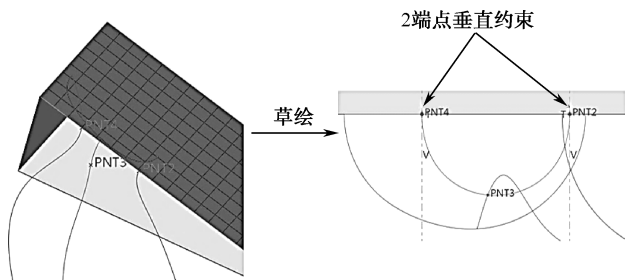
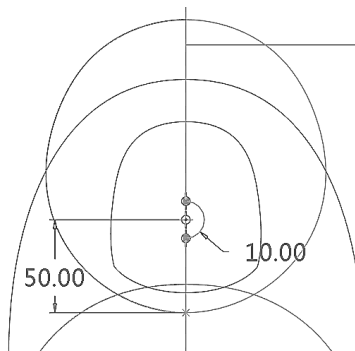

图 7-57 截面线“草绘 6”
图 7-64 截面线“草绘 8”
(3) 单击【模型】→按钮，单击【放置】→【定义】，选择绘图区中的“拉伸 2”上方平面为基准平面，参考方向为底部，进入草绘环境，单击按钮，以点 PNT2、PNT3、PNT4 为参考点画出样条曲线，其两个端点需要与 RIGHT 平面参考线成 90°，得到截面线“草绘 6”，如图 7-57 所示。
(4) 显示“拉伸 2”曲面，选择绘图区中的拉伸 2 上方平面（图 7-57 所示的网格面）为基准平面，参考方向为左，确认进入草绘环境，单击 按钮，绘制截面线“草绘 8”，如图 7-64 所示。
(7) 单击【模型】→ 按钮，弹出拉伸操控面板，单击实体。单击【放置】→【定义】，选择绘图区中的拉伸 2 上的平面（图 7-57 所示的网格面）作为草绘平面，参考方向为默认。单击【草绘】进入草绘模式。捕捉“草绘 8”轮廓，绘制如图 7-68 所示曲线。深度 3.00 输入 3，厚度 4.00 输入 4，完成后单击【确定】退出截面绘制，得到瓶嘴“拉伸 3”。